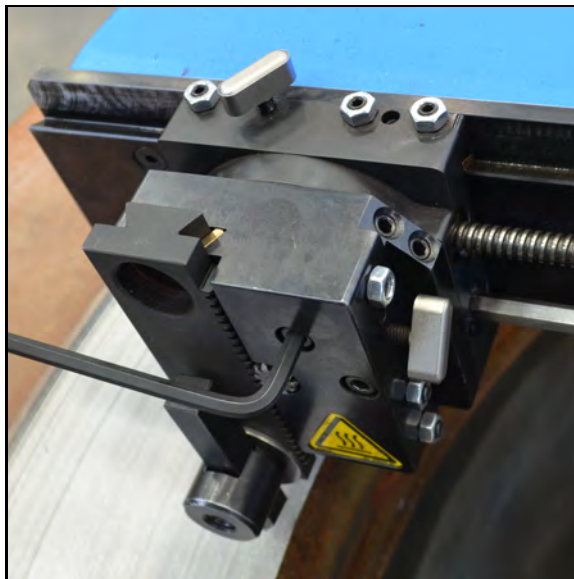

Рисунок 3-18. Стопорный винт поворотной головки на передней стороне инструментальной стойки
1. Открутите стопорные винты поворотной головки на передней стороне инструментальной стойки (см. рис. 3-18).